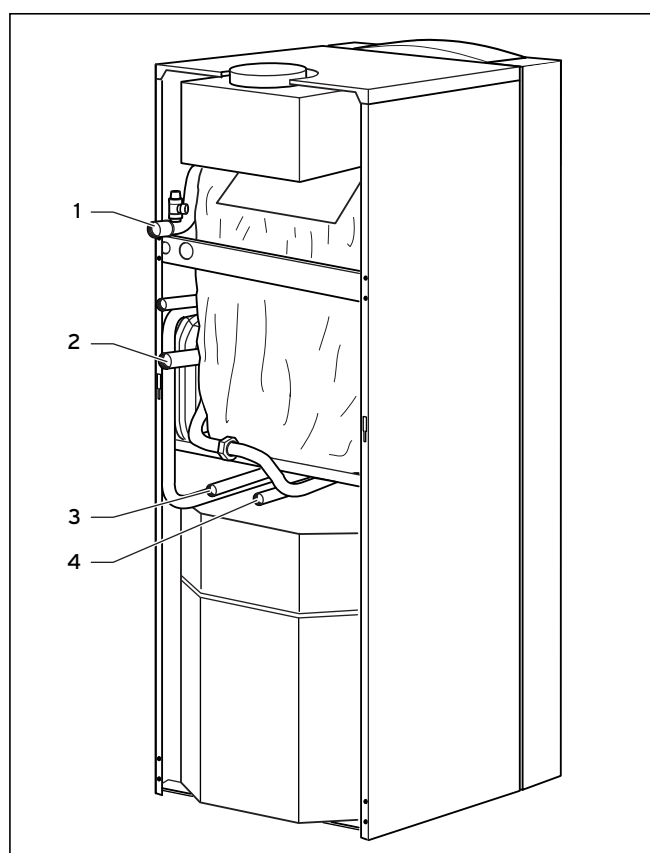

Рис. 4.1 Подсоединение со стороны отопления
- Установите подающую (ПЛО) и отводящую (ОЛО) линии отопления в соответствии с данными на рис. 4.1.
- Подсоедините накопитель согласно рис. 4.1.